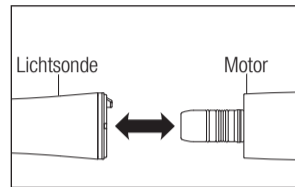

Abb. 1
- 1) Führen Sie die Lichtsonde direkt über den Motoreinsatz (Abb. 1). Drehen Sie die Lichtsonde, bis sie mit einem Klicken einrastet.